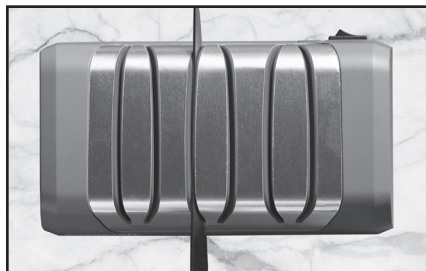

Figura 9. Amolado en la Plataforma 2 (ranura izquierda). Hoja de estilo europeo y estadounidense.
La Plataforma 2 crea la faceta primaria de 20 grados del cuchillo europeo/estadounidense. Encienda el interruptor de corriente. Comience deslizando la hoja entre la guía del ángulo izquierdo de la Plataforma 2 (Figura 9) y el resorte de sujeción de la cuchilla mientras tira de la hoja hacia usted y, al mismo tiempo, mueve la hoja hacia abajo en la ranura hasta que se acopla con el disco recubierto de diamante giratorio. Escuchará el sonido de contacto con el disco. Inserte la hoja tan cerca como pueda del cabezal o mango. Si la hoja es curva, eleve el mango levemente mientras realiza el afilado cerca de la punta del cuchillo. Afile toda la extensión de la hoja. Luego repita con una pasada completa por toda la extensión en la ranura derecha de la Plataforma 2. Siempre efectúe pares de pasadas, alternando las ranuras izquierda y derecha de esa plataforma. Cada pasada debe ser de aproximadamente 4 a 5 segundos para una hoja larga de 5" (12 cm) y ligeramente más lenta para hojas más extensas. Realice aproximadamente cinco (5) pares de pasadas, luego verifique si hay rebaba en toda la extensión del filo. (Vea la página 8 y la Figura 7). Continúe con más pares de pasadas alternativas hasta que confirme la presencia de rebaba.